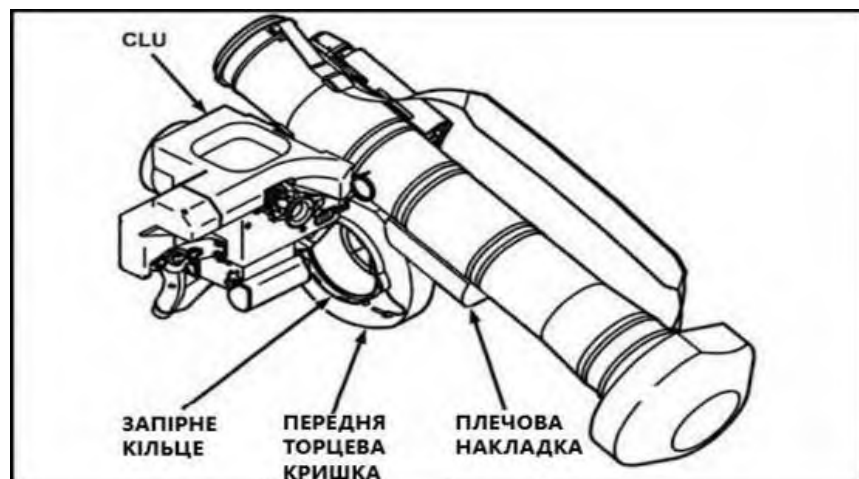

Рисунок 6.50 – Розміщення передньої торцевої кришки в положенні лежачи
16) посунути передню торцеву кришку вперед, поки запірне кільце передньої торцевої кришки не торкнеться амортизатора у акумуляторному відсіку. Це вклинює передню торцеву кришку в положення лежачи (рисунок 6.50);